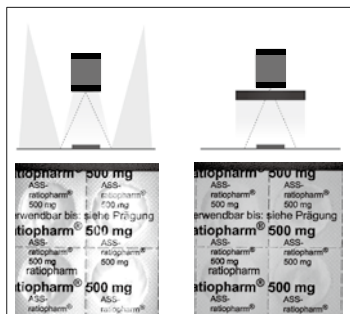

图2. 环状光源
- 环状光源使得检测物表面保持光亮均衡，避免过亮或者不规则的亮度，如铝箔纸检测(图2)